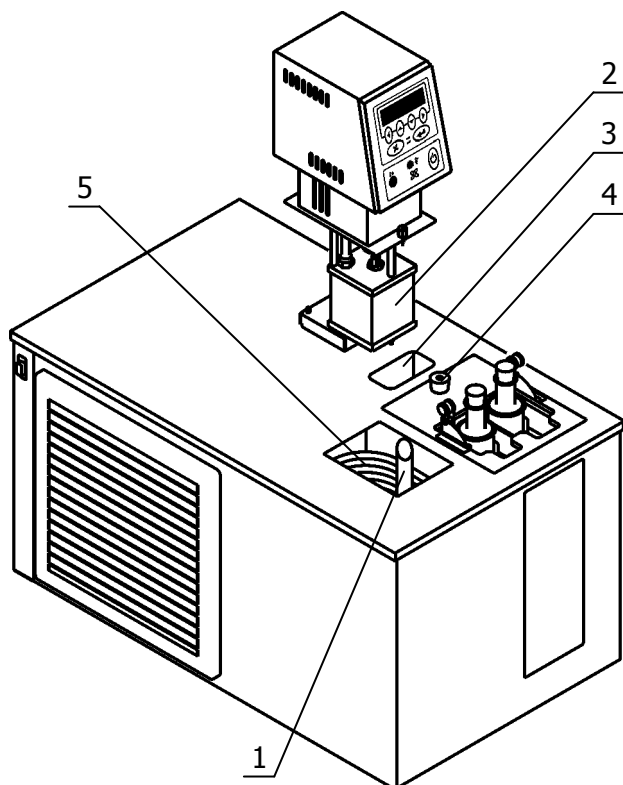
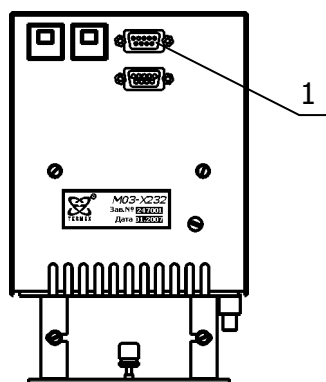
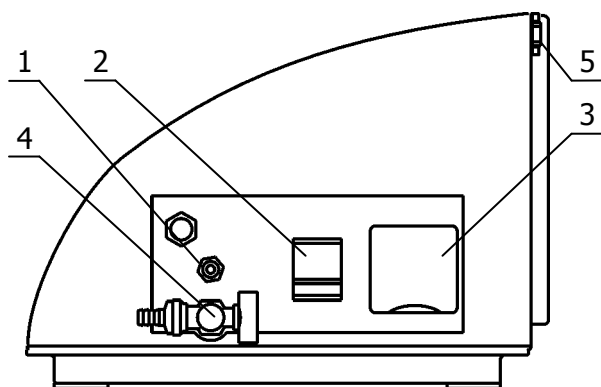

Рисунок 3 — Установка блока регулирования температуры
Рисунок 4 — Задняя панель блока регулирования температуры
Рисунок 5 — Задняя панель корпуса термостата
2.2.3 Вставить выходную трубку 1 (рисунок 3) в соединительную муфту в основании ванны термостата косым срезом вверх, как показано на рисунке 3. Блок регулирования резервуаром 2 насадить сверху на трубку 1, преодолевая при необходимости сопротивление витков теплообменника 5. Погрузить его в ванну до упора и зафиксировать винтовыми фиксаторами на крышке термостата. Соединить блок регулирования температуры (разъем 1, рисунок 4) и холодильную машину (разъем 5, рисунок 5) кабелем из комплекта поставки. К переливному штуцеру 1 (рисунок 5) присоединить гибкий шланг, закрепив его хомутом. Второй конец гибкого шланга опустить в емкость для сбора излишков теплоносителя объемом 1.5–2 литра.
2.2.4 Заполнить ванну термостата теплоносителем (учитывая диапазон температур регулирования, 1.2.8) через одно из отверстий в крышке корпуса термостата. Заполнять ванны следует до момента начала слива теплоносителя из переливного штуцера 1 (рисунок 5).
2.2.5 Вставить вилку сетевого кабеля блока регулирования температуры в розетку 3, расположенную на задней панели корпуса термостата (рисунок 5). Подключить термостат к однофазной питающей сети напряжением 220 В. Для этого в лабораторном помещении должна быть установлена электрическая розетка из комплекта поставки термостата.
2.2.6 Светильник из комплекта поставки вставить в отверстие 3. Отверстие 4 предназначено для размещения контрольного термометра (рисунок 3).
2.2.7 Автоматический выключатель 2 перевести в положение включено (рисунок 5).
2.2.8 При проведении работ по очистке термостата, слить теплоноситель через сливной кран 4 (рисунок 5).